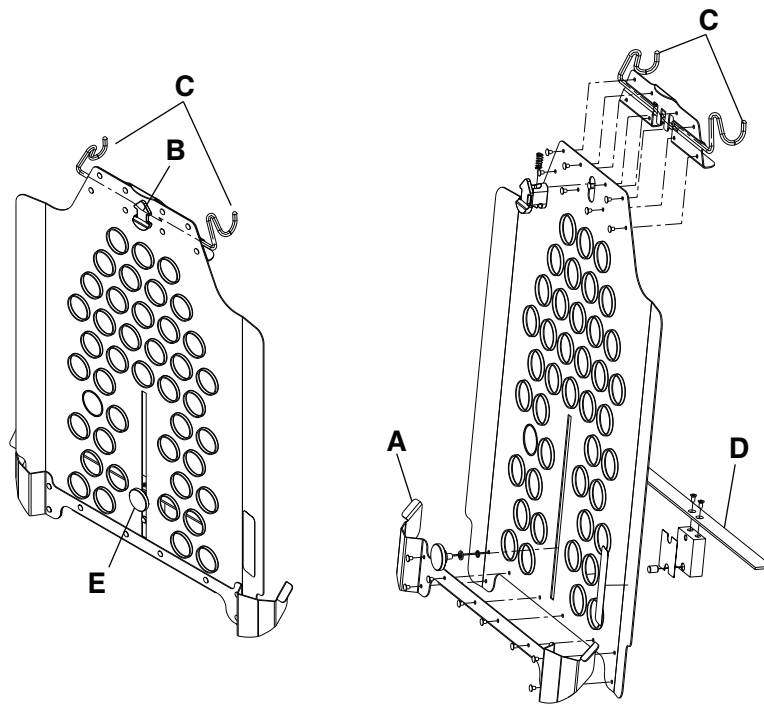

Figura 28 – Soporte del chasis radiográfico
3. Inserte las guías de retención inferiores (A) bajo la barra soldada del respaldo Fowler (Figura 28).